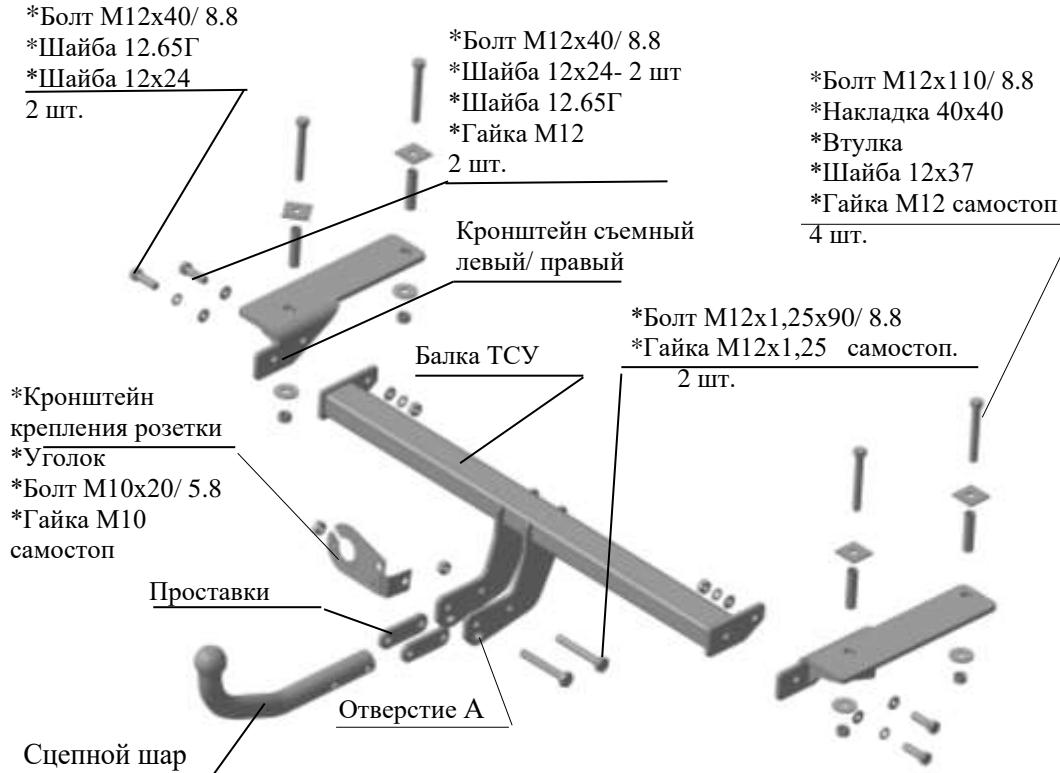

Рис.1 Тягово-сцепное устройство ТСУ 8213.
2.1 ТСУ 8213 в сборе (рис.1) 1 шт.
2.2 Пакет с комплектующими (см. рис.1)+защитный колпак 1+1 шт.
4.2 Рассверлить штатное заднее отверстие в левом лонжероне до 13 мм, используя боковой левый съемный кронштейн как кондуктор, со стороны багажного отделения рассверлить соответствующие отверстие до 17 мм. Со стороны багажного отделения вставить втулку в лонжерон, закрепить соответственно рис.1, не затягивая крепеж. Рассверлить переднее отверстие до 13 мм, вставить втулку снизу со стороны лонжерона и закрепить соответственно рис.1. Крепеж не затягивать.
4.4 Установить балку ТСУ к боковым съемным кронштейнам используя крепеж соответственно рис.1